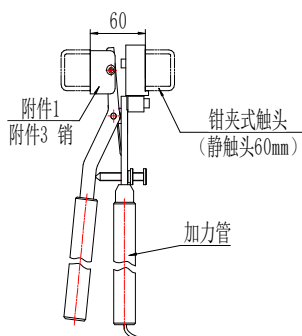
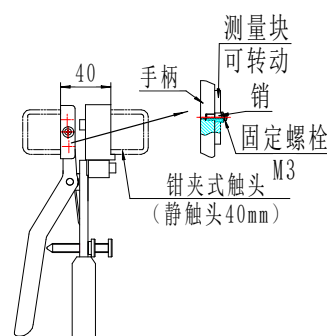
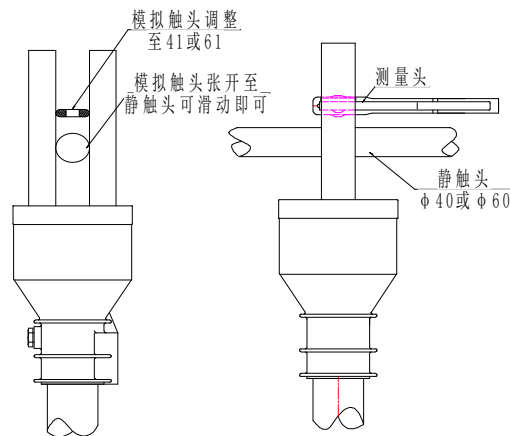

图 5 折臂式隔离开关（静触头 60mm，如 GW22B-252）测量示意图
图 6 折臂式隔离开关（静触头 40mm，如 GW22B-126）测量示意图
图7 折臂式隔离开关（已挂静触头触头）测量示意图
销（“1”用于静触头直径 60mm 的刀闸，静触头直径 40mm 的刀闸装附件 2、附件 3 销），将卡尺锁定在 a 上，卡住模拟触头，再缓慢调节螺栓 S，调好后锁紧螺母 N。测量示意图见图 5、图 6 和图 7。
4.4.2 图 5、图 6 是折臂式隔离开关未装静触头的测量示意图。测量时将调整好模拟触头（调整方法见 4.1.3），放入待测触指中，使模拟触头张开限定位置为止，这时压力仪上显示的读数即为该触头的接触压力。
4.4.3 图7是折臂式隔离开关已装静触头的示意图。测量时将模拟触头尺寸 a 调整到大于静触头 1mm 左右，如静触头直径为 $\Phi 40\text{mm}$ ，则需调整 $a=41\text{mm}$ 。一只手使缓慢地使模拟触头张开，另一只手抓住静触头晃动，如果静触头能在触指中轻松滑动或转动，这时压力测试仪上显示的读数即为该触头的接触压力。**注意：模拟触头的张开速度应该很缓慢！**